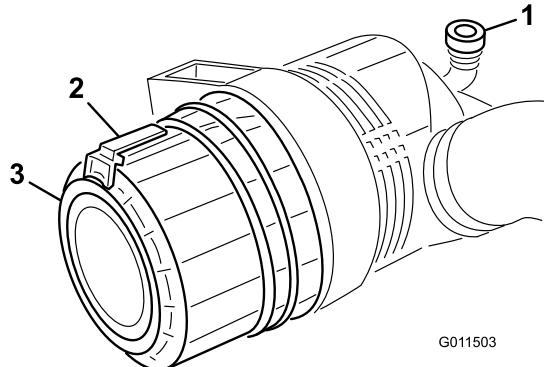

図 54
- ラッチを引いて外し、カバーを左にひねってボディーからはずす図54。